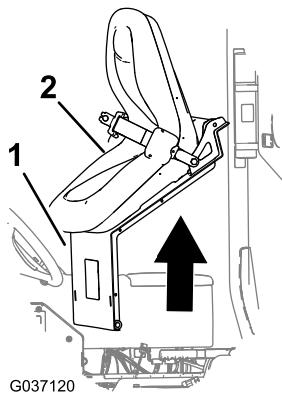

Figura 37
5. Levante el asiento y la chapa del asiento y retírelos de la máquina (Figura 37).